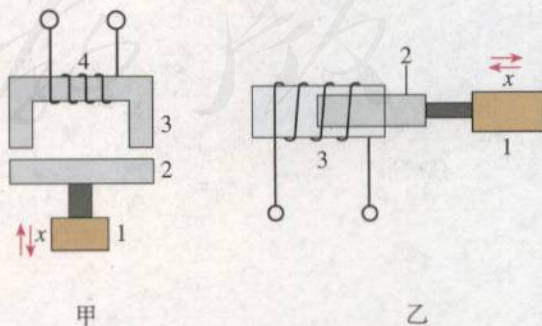

图 6.1-11 电感式位移传感器
- 图 6.1-11 是两种电感式微小位移传感器的原理图。图甲中，1 是待测的物体，2 是可以上下移动的软铁芯，3 是固定的软铁芯，2、3 之间的空气间隙随着物体的位移改变，铁芯 3 上绕有线圈 4。乙图中，3 是空心线圈，1 是待测的物体，软铁芯 2 插在线圈 3 中并且可以随着物体 1 在线圈中平移。